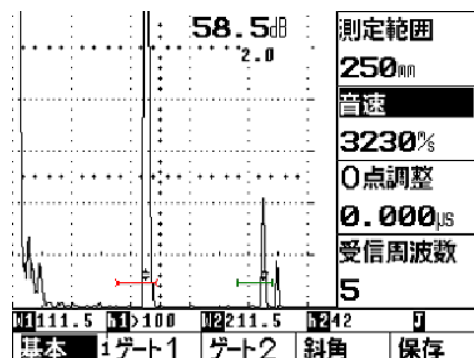

図 5 測定範囲 250mm
- ③STB-A1 の R100 面の最大エコーを検出する。
- ④図 5 に示すように、ゲート 1 を R100 面のエコーに、ゲート 2 を R100 面の繰返しエコーに掛けるように設定する。